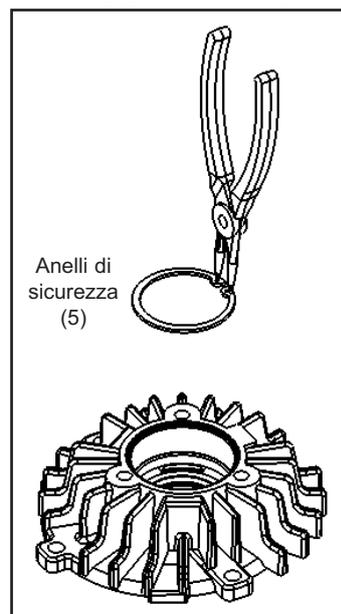

Figura 19
3. Con l'aiuto di pinze per anelli di sicurezza, inserire gli anelli di sicurezza (5) sulla testata ; vedi figura 19.